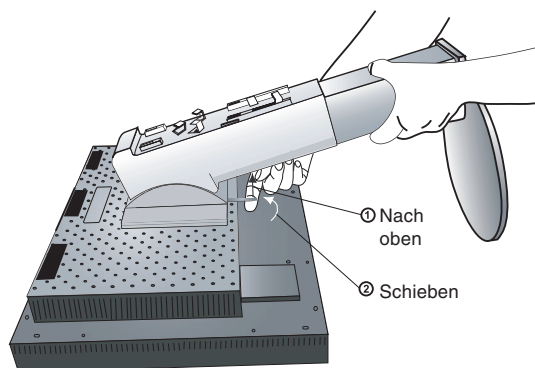

Abbildung S.2
5. Fassen Sie mit einer Hand den Fuß und mit der anderen den Schnellfreigabehebel. Bewegen Sie den Schnellfreigabehebel in Pfeilrichtung (**Abbildung S.2**).